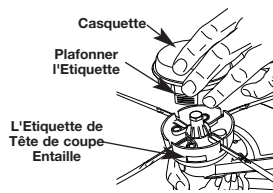

Fig. 9
8. Remplacez le couvercle de la tête de coupe en place en alignant les languettes du couvercle avec les encoches à languettes de la tête de coupe. (Fig. 9)